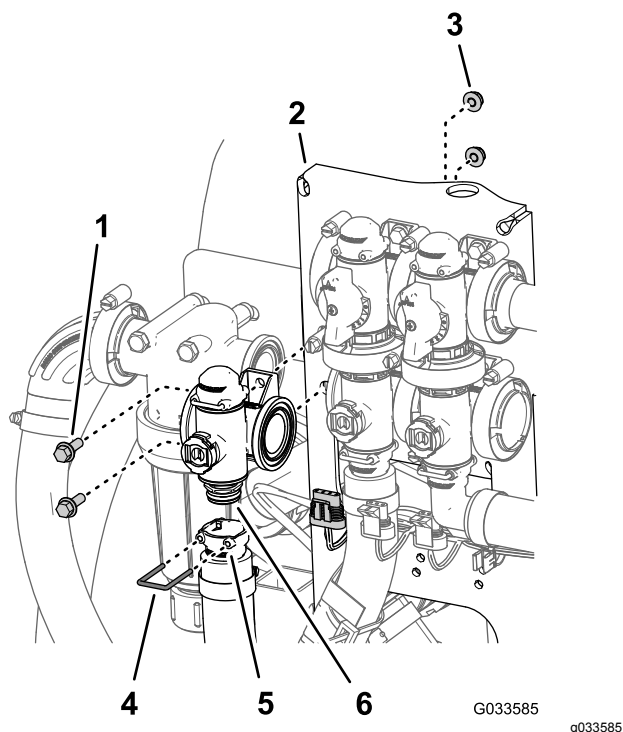

Figura 114
2. Rimuovete il fermo che fissa il raccordo di uscita al connettore del collettore per la valvola di controllo del volume (Figura 114).
3. Rimuovete i 2 bulloni a testa flangiata ($\frac{1}{4}$ " x $\frac{3}{4}$ ") e 2 dadi di bloccaggio flangiati ($\frac{1}{4}$ ") che fissano la valvola di controllo del volume al supporto della valvola e rimuovete il collettore della valvola dalla macchina (Figura 114).